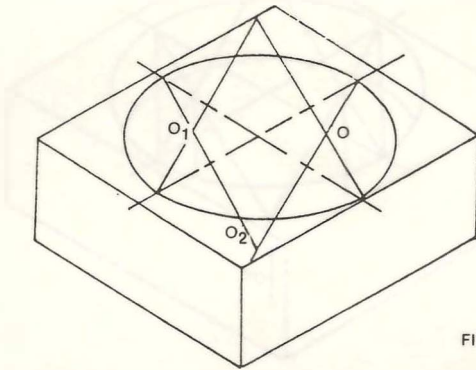

FIG. 42
1. Con los conocimientos ya adquiridos trace la cara superior del agujero, que es una circunferencia en dibujo isométrico. (Fig. 42).